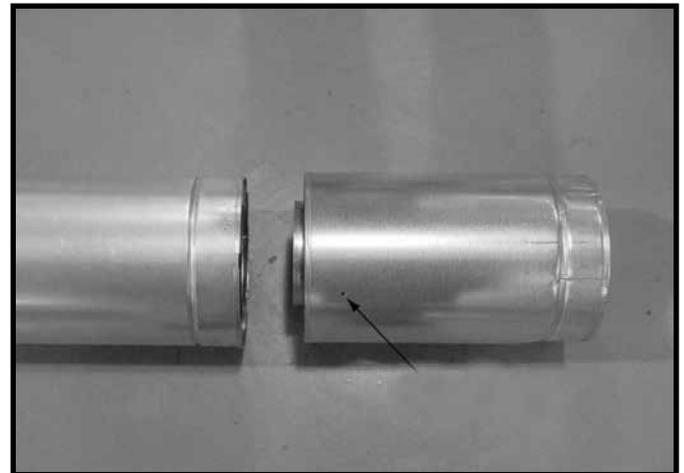

Figura 7.7 Tornillos en la sección deslizante
- Asegure la tubería y la sección deslizante con dos tornillos de no más de 1/2 pulgadas (13 mm), con los orificios guía de la sección deslizante. Consulte la Figura 7.7.